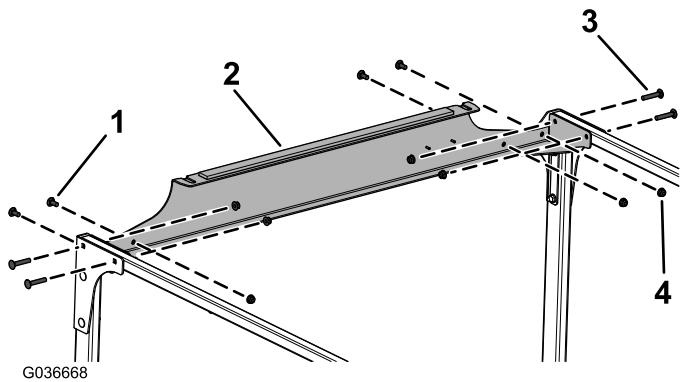

Figura 10
9. Instale sem apertar a ligação cruzada traseira nas tubagens da ligação cruzada e nas placas traseiras utilizando quatro parafusos de carroçaria (5/16" x 1³/₄"), quatro parafusos de carroçaria (5/16" x 1³/₄") e oito porcas flangeadas (5/16"), como se mostra na Figura 10.